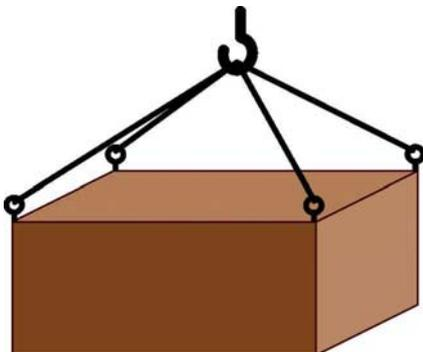

Abb. 14: Transport mit Hebezeug
**Ölablassschraube (9):** Die Ölablassschraube befindet sich an der Rückseite des Motors (→ Abb. 14).
**Choke (10):** Choke öffnet und schließt die Choke-Klappe des Vergasers und wird nur zum Starten des kalten Motors verwendet. Dazu den Choke herausziehen, nachdem der Motor Betriebstemperatur erreicht hat Choke wieder hineinschieben.
**Luftfilter (11):** Der Luftfilter besteht aus einem Vorfilter aus Schaumstoff und einem Papierfiltereinsatz und befindet sich unter einer Abdeckung. Ein verschmutzter Luftfilter macht sich durch unsauberen Lauf des Motors und schwarzem Rauch bemerkbar (→ Wartung, Luftfilter wechseln/reinigen).
**Zündkerze (12):** Die Zündkerze des Motors befindet sich unter dem Zündkerzenstecker. Bei Einstell- und Wartungsarbeiten ziehen Sie immer den Zündkerzenstecker von der Zündkerze.
1. Seile, Gurte oder Mehrpunktgehänge gemäß Abb. 14 anschlagen.